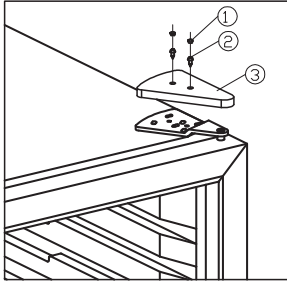

Abb. 7.1
- Die Schrauben und die Scharnierabdeckung entfernen. Siehe Abb. 7.1